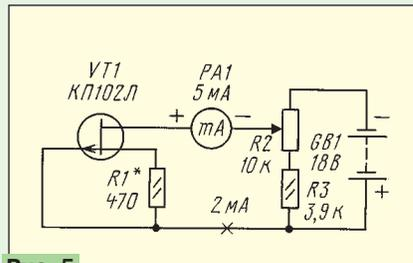

Рис. 5
**Полевой транзистор — стабилизатор тока.** Для проведения этого эксперимента (рис. 5) понадобится источник постоянного тока напряжением 15...18 В (четыре последовательно соединенные батареи 3336 или сетевой блок питания), переменный резистор сопротивлением 10 или 15 кОм, два постоянных резистора, миллиамперметр с пределом измерения 3—5 мА, да полевой транзистор.